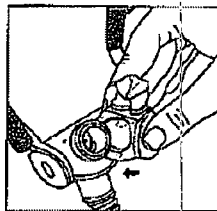

Figura 3
2. Con el almoadillado doblado hacia adentro, coloque la abertura sobre el soporte del tubo del armazón (figura 3).